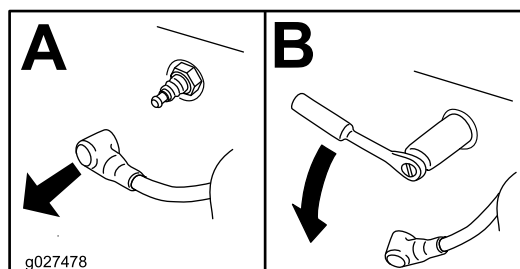

Figura 46
4. Demontați bujia (Figura 46).